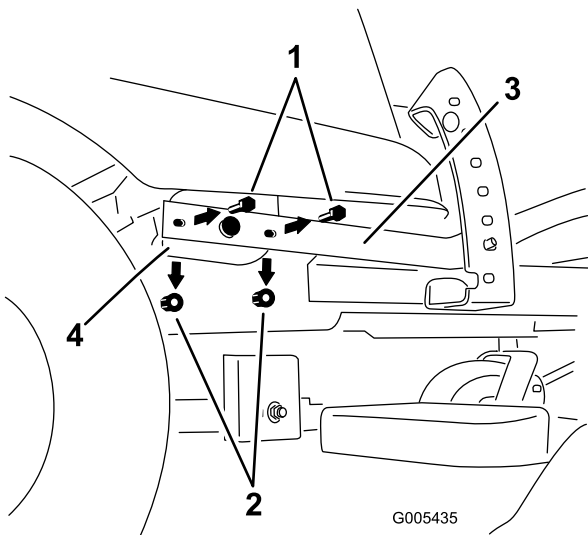

Figura 2
1. Localice el brazo de elevación y la palanca de elevación debajo del cuerpo derecho de la carrocería (Figura 2).
2. Retire los herrajes que sujetan el brazo de elevación a la palanca de elevación (Figura 2). Guarde los herrajes.